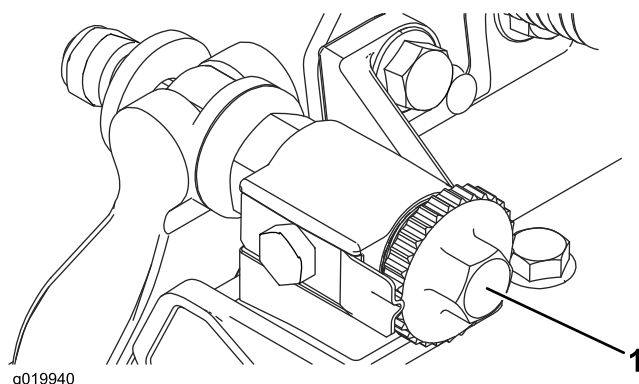

図 8
- カッティングユニットを平らな水平の作業台の上に置く。ベッドバー調整ねじを左に回してベッドナイフとリールの接触をなくす 図 8。